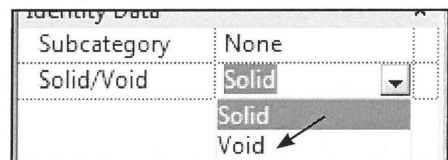

Fig. 04.126. Lav Extrusion om fra Solid til Void.
- Gå i *Properties* og skift til *Void* ud for *Solid/Void* (Fig. 04.126).